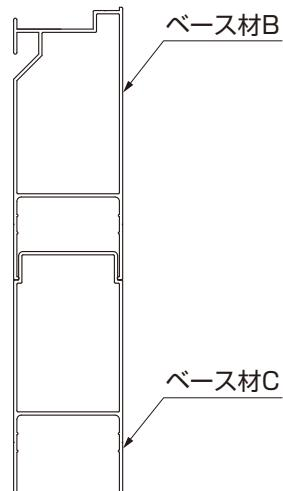

図2-4
- ベース材には種類があります。(図2-3、図2-4、図2-5参照)